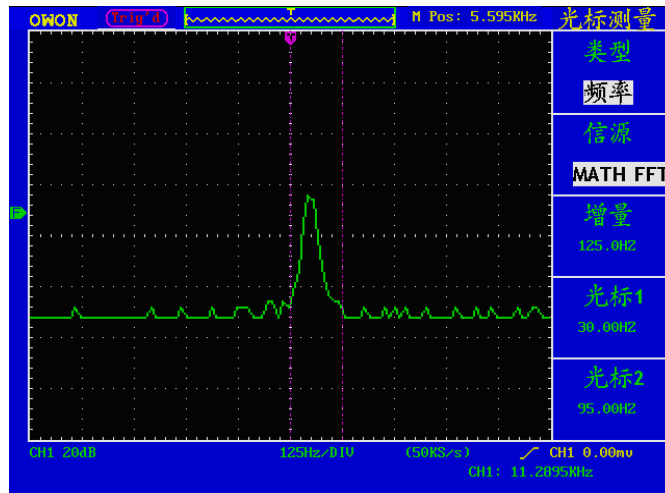

图5-50：频率光标测量波形
- 3、根据被测波形调整光标1、光标2的位置，增量窗口显示光标1和光标2之间的周期和频率。光标1窗口显示光标1当前的位置，光标2窗口显示光标2当前的位置。见图5-50：